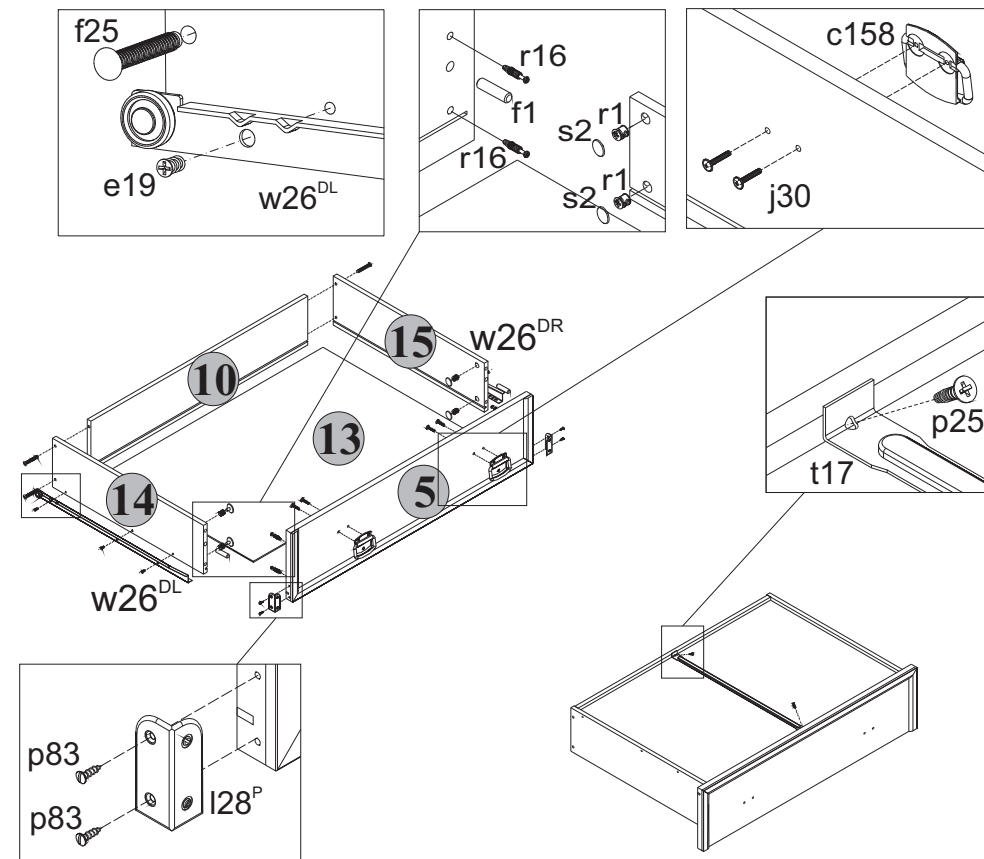

Рис. 1
- 5.15 В отверстия диаметром **8 мм** на передних кромках стенок боковых **14** и **15** корпусов выдвижных ящиков вбить деревянные шканты **f1 (см.рис.1)**.
- 5.16 В отверстия диаметром **15 мм** на внутренних поверхностях стенок боковых **14** и **15** корпусов выдвижных ящиков вставить стяжки эксцентриковые **r1 (см.рис.1)**.
- 5.17 В отверстия диаметром **5 мм** на внутренних поверхностях панелей передних **5** и **6** ящиков выдвижных с помощью крестообразной отвертки вкрутить винты стяжки **r16 (см.рис.1)**.